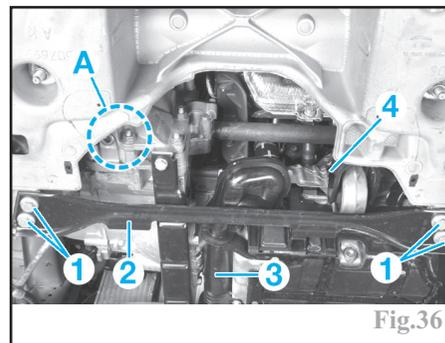

Fig.36
-les vis (1) (Fig.36).
-la traverse antirapprochement (2).
-le doseur distributeur d'air de sortie de turbo (3).
-la biellette anticouple (4).